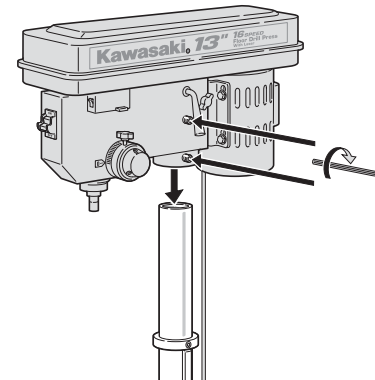

FIGURA 7. INSTALACIÓN DEL CONJUNTO DEL CABEZAL
4. Alinee el conjunto del cabezal con la mesa de trabajo y la base. Ver Figura 7.
5. Ubique los dos (2) tornillos de fijación de 10 mm X 12mm en la bolsa de partes sueltas.